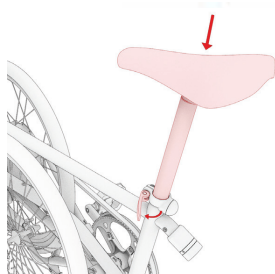

Fig. 2.7
- ⑥ Abra la liberación rápida de la tija de sillín, bájela todo lo que pueda y luego cierre la liberación rápida (Fig. 2.7).